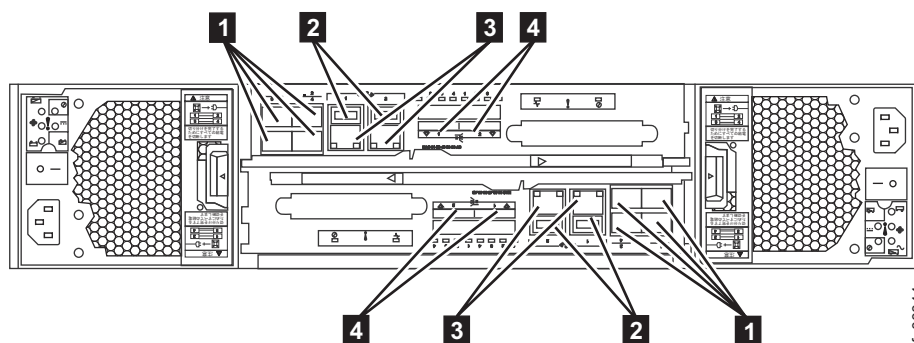
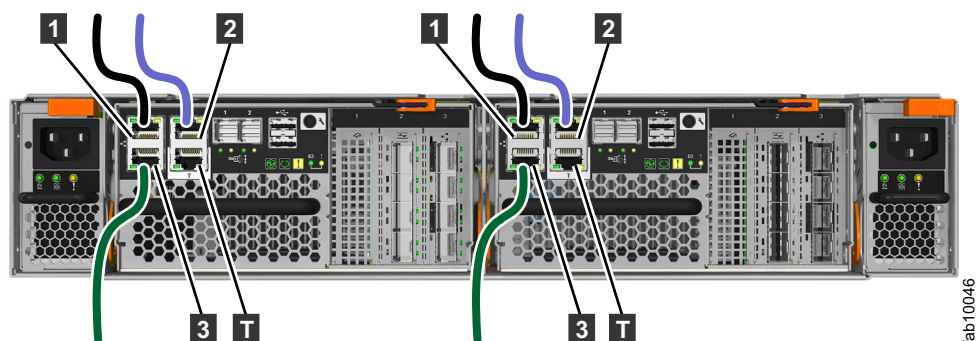
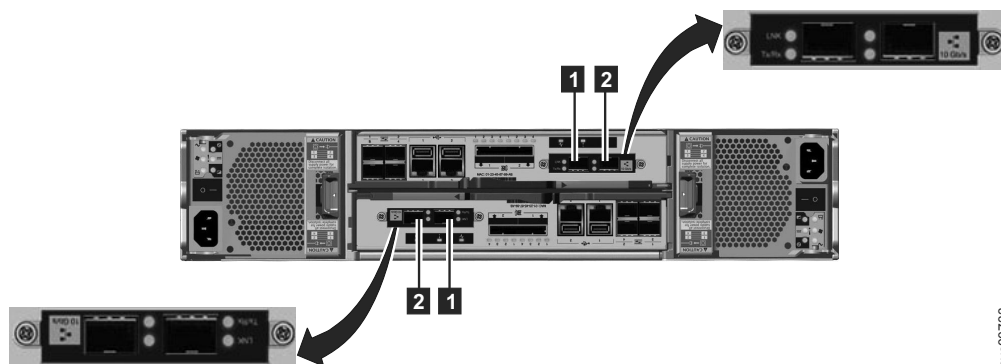
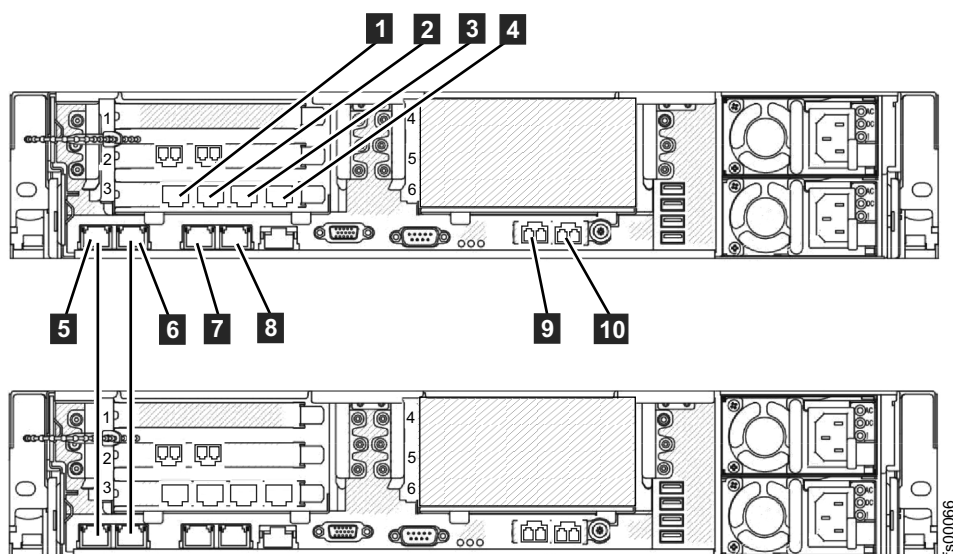

図 48. コントロール・エンクロージャーのイーサネット・ネットワーク接続。
図 49. Storwize V7000 Gen2 コントロール・エンクロージャーのイーサネット・ネットワーク接続
図 50. Storwize V7000 エンクロージャー背面の 10 Gbps イーサネット・ポート
図 52. ファイル・モジュールのイーサネット接続。
このタスクでは、イーサネット・ケーブルの配置場所が初期計画で決定されていることを想定しています。 Storwize V7000 Unified コントロール・エンクロージャーには、各ノード・キャニスターへの 1 Gbps イーサネット接続が最小 1 つ、最大 2 つ必要です。図 48、65 ページの図 49、および 65 ページの図 50 を参照してください。また、66 ページの表 16 および 67 ページの表 17 も参照してください。ファイル・モジュールの場合、68 ページの図 52 の最初の 2 つの 1 Gbps イーサネット・ポート (ラベル **1** と **2**) は、ファイル・モジュール間の内部通信に使用されます。
- イーサネット・ポート **1** (左上、図 49 の黒いケーブル)
- イーサネット・ポート **2** (右上、図 49 の青いケーブル)
- イーサネット・ポート **3** (左下、図 49 の緑のケーブル)
この状態が生じた場合は、イーサネット・ケーブルを接続する前に、新規ノード上のサービス IP アドレスを変更します。詳しくは、68 ページの図 52 を参照してください。また、USB フラッシュ・ドライブを使用したサービス IP アドレスの設定の詳細については、DVD 上の PDF「*Storwize V7000 Unified 問題判別ガイド*」を参照してください。
- 1 つ目のファイル・モジュール上のイーサネット・ポート 1 から、2 つ目のファイル・モジュール上のイーサネット・ポート 1 にイーサネット・ケーブルを接続します。ポートの位置については、68 ページの図 52 を参照してください。
各ファイル・モジュールからのホスト接続に使用可能な 2 つの 10 Gbps ファイバー・イーサネット・ポートがあります。ネットワーク・ケーブルをこれらのスロットのイーサネット・ポートに適切に接続します。68 ページの図 52を参照してください。